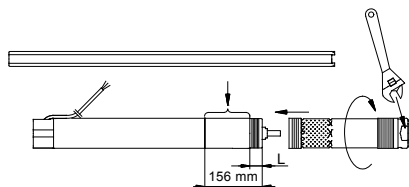

Fig. 6
1. Colocar el motor horizontalmente en un tornillo de banco y sujetarlo, ver fig. 6.
Precaución: El eje de la bomba debe encajar con el eje del motor. Se puede utilizar una llave inglesa en los puntos de sujeción de la bomba, ver fig. 6.